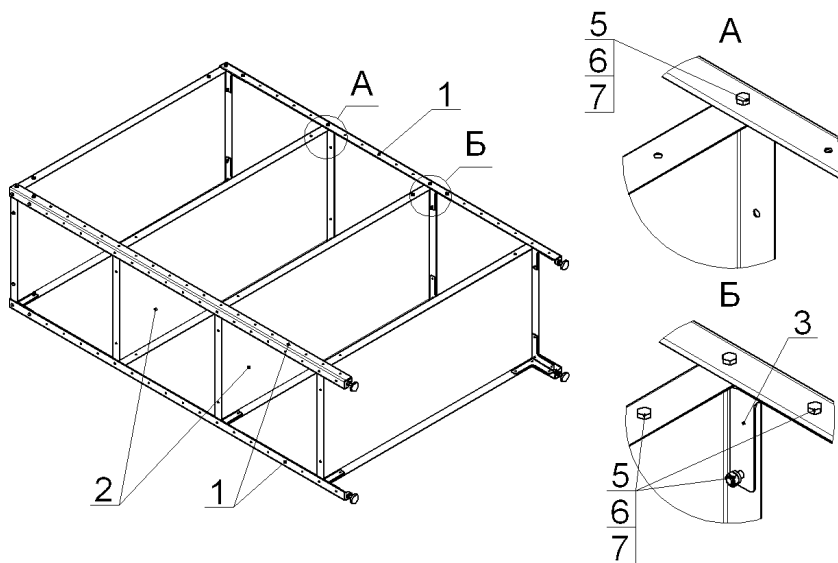

Рис.3
5. Закрепить на стойках 1 две средние полки 2, при помощи угольников 3, болтов, гаек и шайб пружинных (5, 6 и 7). Гайки не затягивать (рис.3).